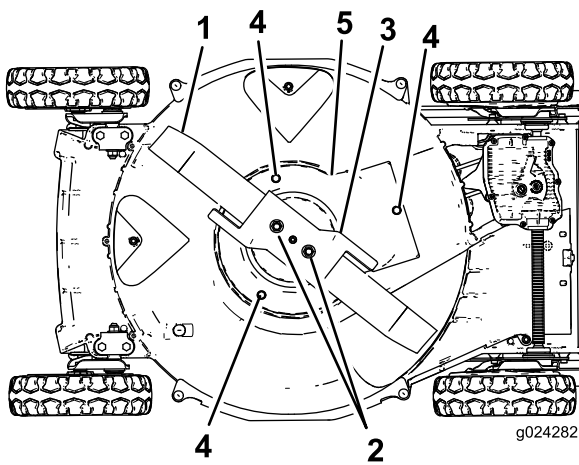

Figura 38
6. Retire as duas porcas da lâmina, acelerador e lâmina (Figura 38).
7. Retire os parafusos que prendem o resguardo da embraiagem do travão da lâmina à estrutura do cortador (**Figura 38**).